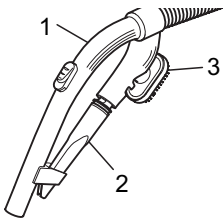

Abb. 5
■ Als **Zubehör** sind die Fugendüse und die 2 in 1 Kombidüse im Lieferumfang enthalten. Sie können an der Zubehöralterung (Abb. 5/1) befestigt werden.
- **Fugendüse (Abb. 5/2)**
- 2 in 1 Kombidüse (Abb. 5/3) zu verwenden als: